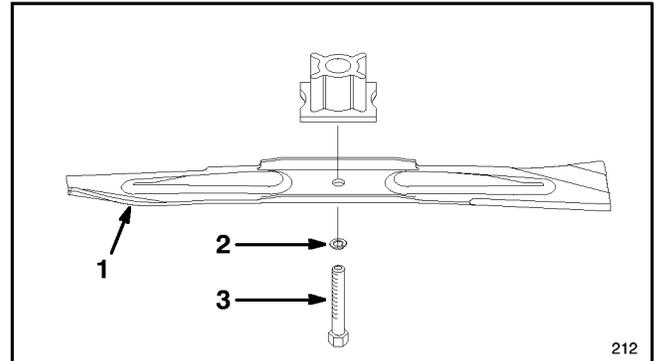

Abbildung 24
5. **ENTFERNEN DES MESSERS**—Endstück des Mähmessers mit einem Lappen bzw. einem dicken Handschuh anfassen. Messerbolzen, Sicherungsscheibe und Messer entfernen (Abb. 24).